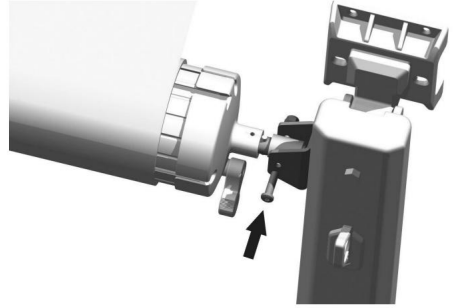

Figura C16
3.6 Envuelva la tela en la misma dirección sobre el tubo del rollo, dejando un círculo Sin tocar, y ensarte la tela en el riel de tela del vehículo (Figura C15), fije la orificio del eje en el extremo del rodillo hasta el soporte superior de la varilla de soporte (Figura C16).